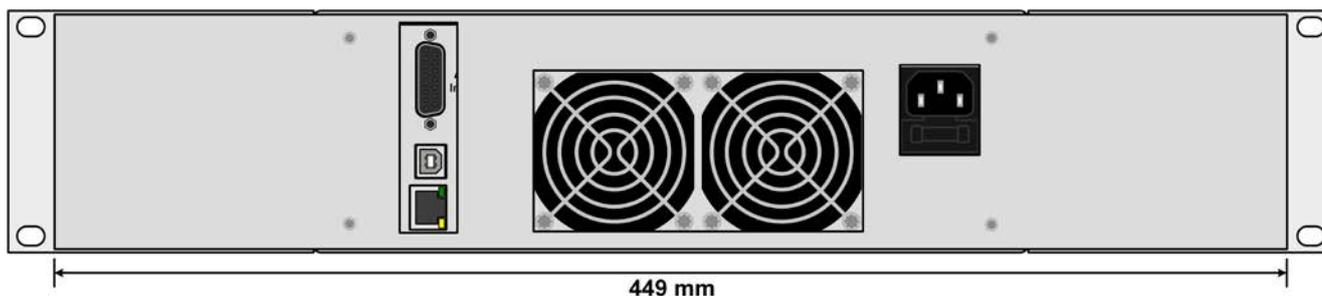

Figure 10 - Face arrière après assemblage complet du rack
5. Placez la partie arrière du rack (4) sur les fixations hex et vissez-la avec 4 vis M3x6 et 4 écrous M3 (5). Sélectionnez la fenêtre qui s'adapte à la face arrière de la EL 9000 DT (Figure 10).